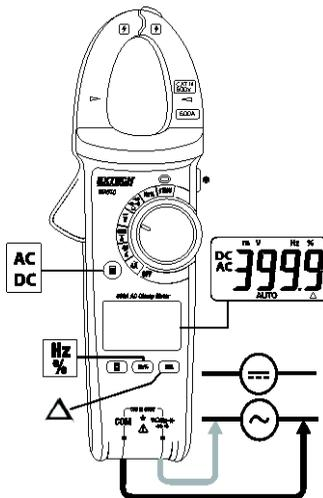

图 3 - 交流/直流电压测量
3. 将黑色测试导线的香蕉插头插入负极 (COM) 插孔，将红色测试导线的香蕉插头插入红色 (V) 插孔。参见图 3。